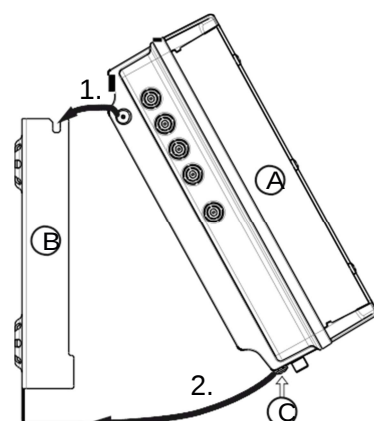

Abb. 3: Kopfstelle einhängen
1. Montieren Sie den Wandhalter waagerecht an der Montagefläche; siehe © in Abb. 3. Beachten Sie dabei:
2. Hängen Sie die Kopfstelle ① in den Wandhalter ② ein; siehe Abb. 3.
3. Ziehen Sie die Schraube ③ fest.